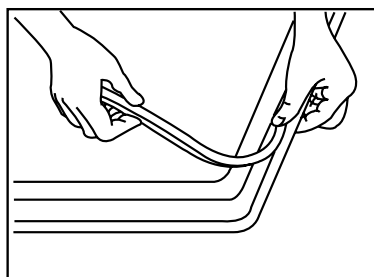

Рис. 22
Перед тем как установить варочную поверхность в вырез, на ее наружные боковые края следует прикрепить герметизирующую клейкую ленту (рис. 22). Важно, чтобы в этом уплотнении не оставалось никаких зазоров, что позволит предотвратить протечки по краю варочной панели, иначе протекшая жидкость может попасть в шкаф, находящийся под панелью.
- 2) Проложите по всему периметру стеклянного края уплотнительную прокладку, как показано на рис. 22.